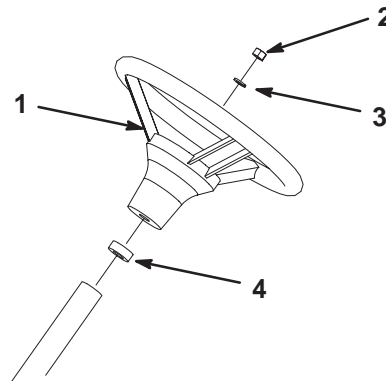

Figure 4
3. Fixez le volant à l'arbre avec l'écrou (Fig. 4).